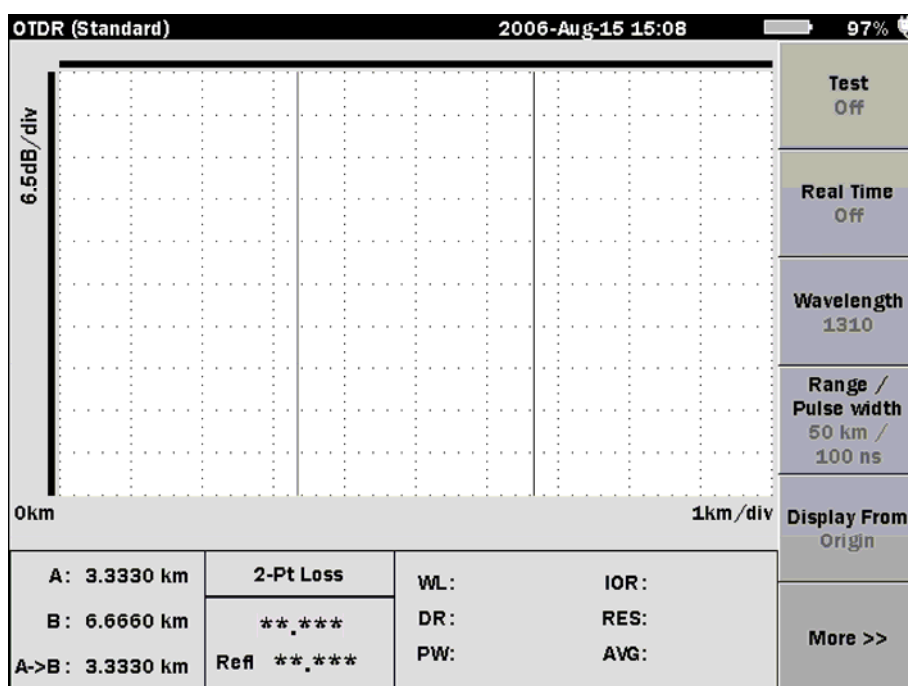

图4-1 : OTDR (标准) 模式开始画面
1. 启动OTDR（标准）模式，出现图4-1：OTDR（标准）模式画面